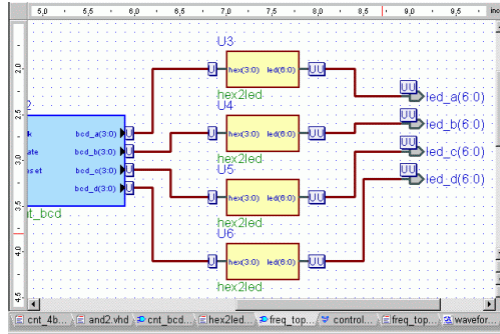

Рисунок 2.29 – Візуалізація сигналів. Початок моделювання
2.2.5.2 Відкрийте файл **freq_top.bde** в редакторі BDE. Це можна зробити, клацнувши на вкладці **freq_top.bde** (якщо файл вже відкритий) або двічі клацнувши на імені файлу у вікні **Design Browser**. Після цього перезапустіть моделювання, вибравши команду **Simulation** → **Restart Simulation** головного меню. Логічна схема частотоміра у вікні редактора BDE матиме вигляд, показаний на рис.2.29. Початкові значення всіх сигналів – U.